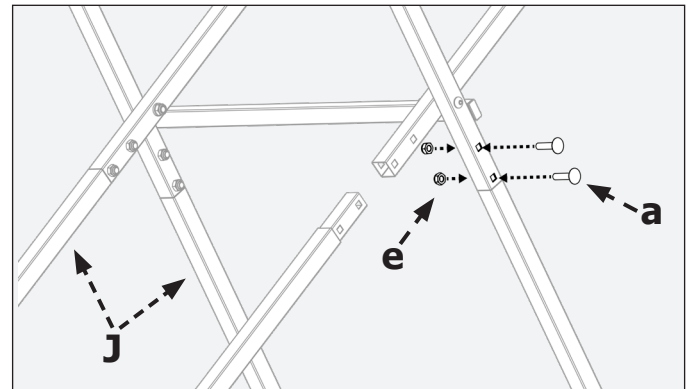

FIGURE 3
Avec le support monté en position ouverte, fixer les pattes (J) sur le support à l'aide des huit boulons de carrosserie M8 x 35mm (a) et des huit écrous de blocage M8 (b). Serrez les écrous de blocage pour fixer les pieds au support (Figure 3.)